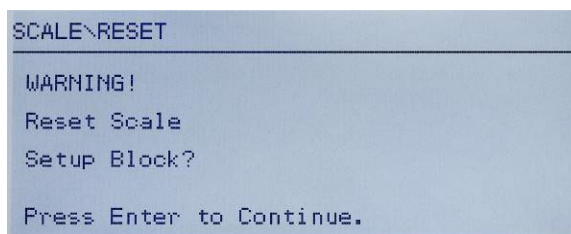

Figura 3-31: Tela Advertência de Redefinição do Terminal
- Use a tecla de navegação PARA BAIXO para selecionar Redefinir e pressione ENTER. A tela mostra uma mensagem de advertência sobre definir a configuração da Balança (Figura 3-31).